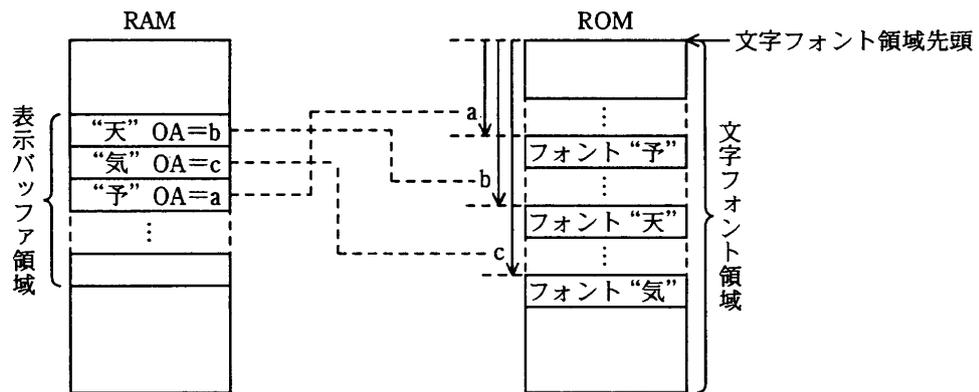

図 5 表示バッファ領域と文字フォント領域との関係
- (1) ロー制御線を同時に駆動する文字フォント中のビット列データは、LED 表示装置全体で何ビット必要か求めよ。答えは整数で求めよ。
- (2) ビット列データは、表示のタイミングに合わせて、ソフトウェアで ROM の文字フォント領域から読み出され、ロー制御線を駆動する。また、文字フォントへのアクセスを高速化するために、受信した文字コードを、文字フォント領域先頭アドレスから各文字フォントの先頭までを示す文字フォントのオフセットアドレスに変換し、表示順に RAM 上の表示バッファ領域に格納することにした。図 5 に、表示バッファ領域と文字フォント領域との関係を示す。図 5 では、“天気予” という文字を表示する場合の関係を示している。